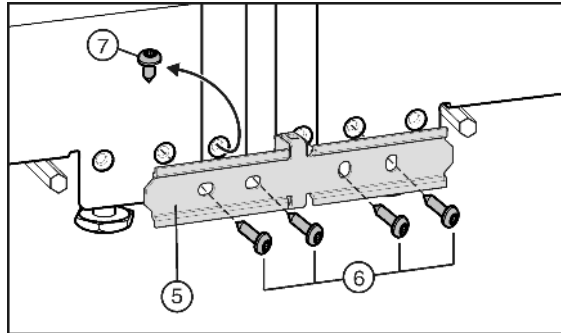

Fig. 6
- ▶ Ha készüléke az előszerelt csavarral Fig. 6 (7) rendelkezik: vegye ki a csavart.
- ▶ Helyezze fel az összekötő lemezt Fig. 6 (5) és az egyik készüléken lazán rögzítse kétcsavarral Fig. 6 (6).